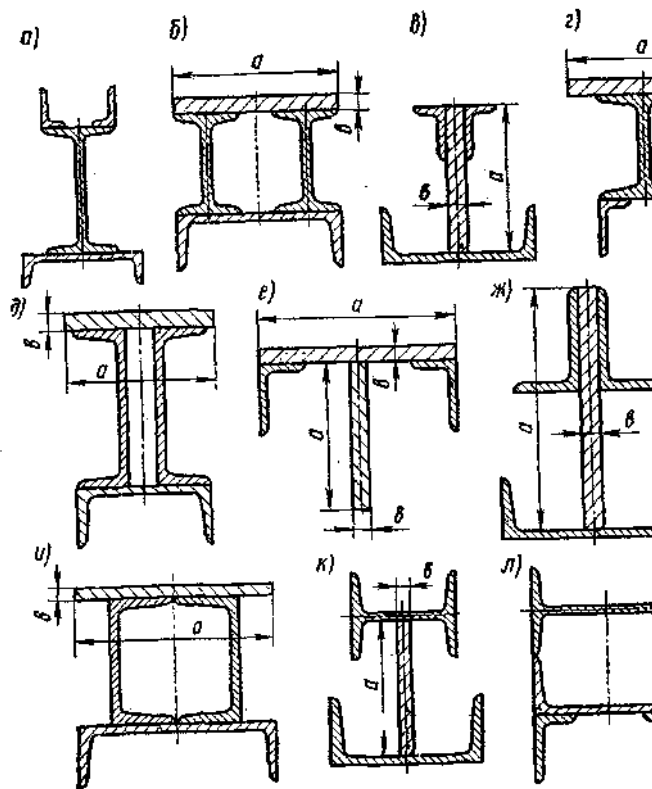

Рис. 17
**21—30.** Определить координаты центра тяжести плоского сечения (рис. 17). Данные для решения своего варианта задачи взять из табл. 3.